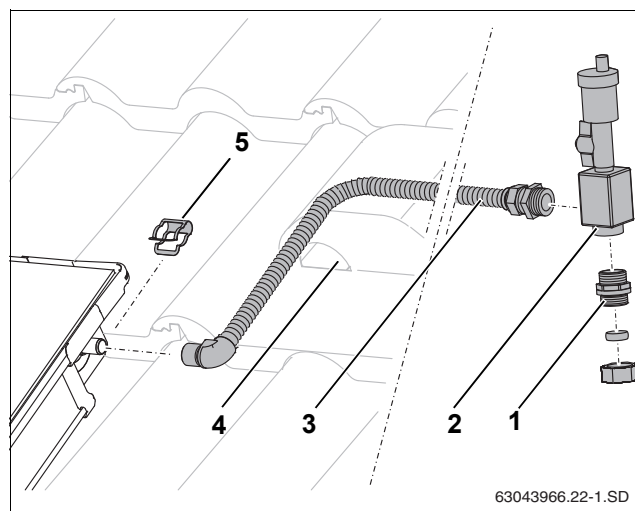

Рис. 56 Монтаж воздушного клапана под крышей
- ▶ Наденьте соединительную трубу (рис. 56, [3]) на штуцер подающей линии коллектора и зафиксируйте зажимом (рис. 56, [5]).
- ▶ Проведите трубу вместе с проводом датчика через черепицу с вентиляционным отверстием (рис. 56, [4]) и изоляцию кровли.
- ▶ Заверните соединительную трубу (рис. 56, [3]) и двойной ниппель (рис. 56, [1]) в воздухохсорник (с кольцевым уплотнением).
- ▶ Подсоедините сборную линию к двойному ниппелю с зажимным кольцом (рис. 56, [1]).